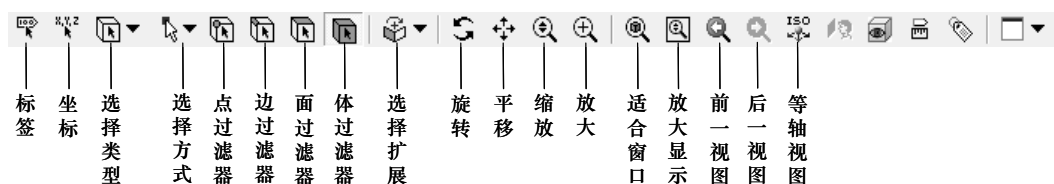

图 3-28 【选择和视图】工具栏
(1) 【选择和视图】工具栏 【选择和视图】工具栏命令用于图形选择和视图操作，如图 3-28 所示。